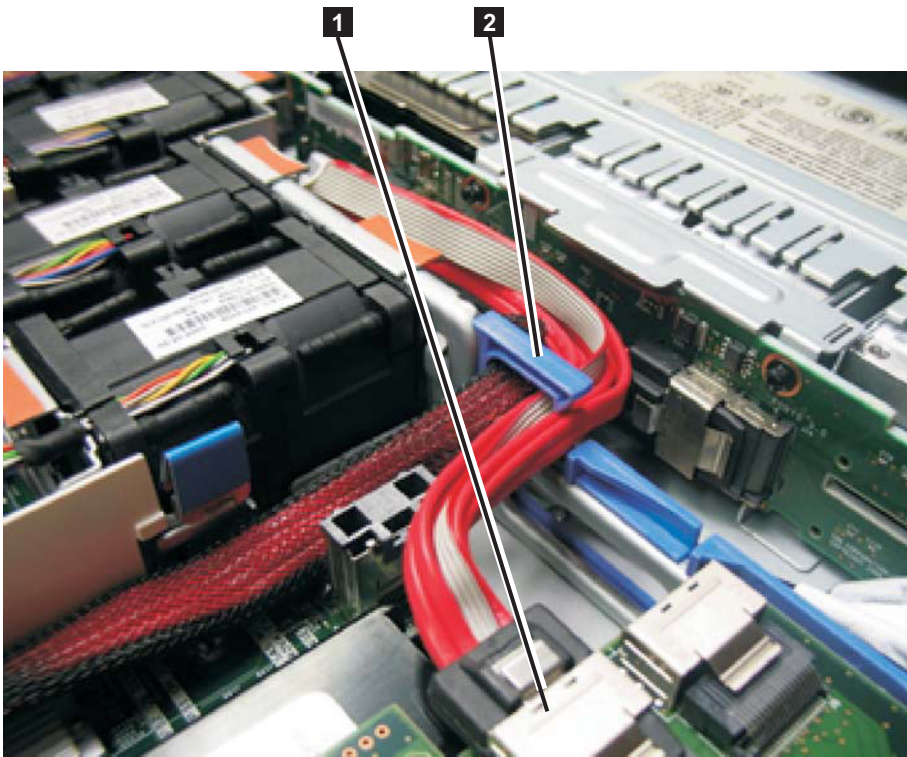

図 199. SAN ボリューム・コントローラー 2145-CG8 または 2145-CF8 の青色のバルクヘッド・クリップを通して配線され、SAS ディスク・コントローラーに接続されたブート・ディスク SAS ケーブル
10. 図 199 に示すように、ディスク・バックプレーンの背後の青色のバルクヘッド・クリップから取り外します。